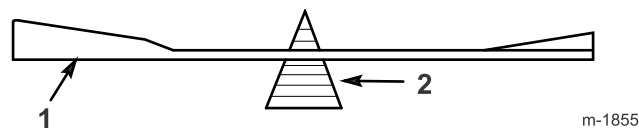

Figura 39
2. Verifique el equilibrio de cada cuchilla colocándola sobre un equilibrador de cuchillas (Figura 39). Si la cuchilla se mantiene horizontal, está equilibrada y puede utilizarse. Si la cuchilla no está equilibrada, rebaje algo de metal de la parte posterior de la cuchilla con una lima. Repita este paso hasta que cada cuchilla esté equilibrada.